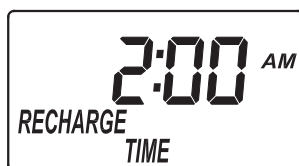

FIG. 24
1. Si vous avez réalisé l'étape précédente, le mot « RECHARGE TIME » (heure de régénération) apparaît à l'écran (cf. Figure 24); sinon, appuyez sur le SÉLECTEUR (select) à plusieurs reprises pour l'afficher.